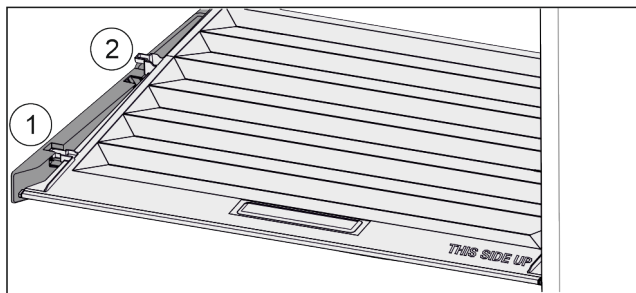

Fig. 84
- ▶ Pokrov povlecite naprej Fig. 84 (1) do odprtine v držalnih delih.
- ▶ Zadaj ga od spodaj dvignite in odstranite Fig. 84 (2) navzgor.